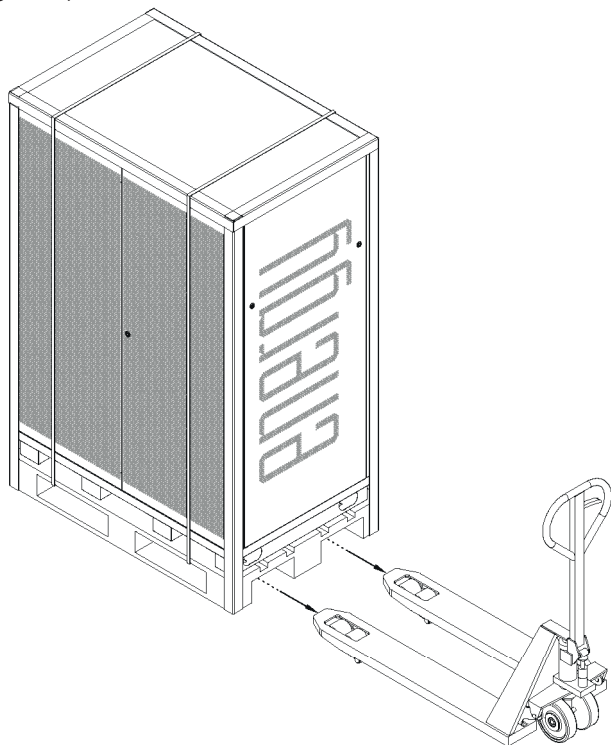

Fig. 4.16
2. Posizionare l'imballo vicino all'area di installazione e sfilare le forche del transpallet (Fig. 4.16).